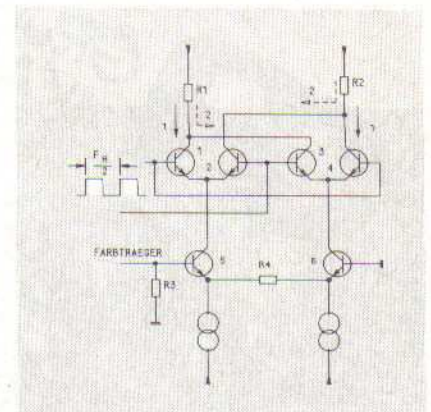

Bild 17 PAL-Umschalter
invertierenden Eingang benutzt. Gemäß Beziehung (5) und (6) werden die Widerstände R_B , R_G , R_R , R_1 und R_2 dimensioniert. Zum Erzeugen des Demodulatortestbildes muß die Schaltung nur mit entsprechenden Widerständen erweitert werden, wobei der $+$ -Eingang den $+U/V$ -Vektor und der $-$ -Eingang den $-U/V$ -Vektor darstellt. Zur Bandbegrenzung durchlaufen die Differenzsignale einen Tiefpaß mit $f_g = 1,3$ MHz und gelangen anschließend auf den jeweiligen Modulator. Die Modulatoren werden von Trägern angesteuert, die um 90° versetzt sind, wobei zusätzlich der Träger des (R-Y)-Modulators gemäß der PAL-Norm von Zeile zu Zeile um 180° geschaltet wird. Der PAL-Schalter wird mit einem MC 1496, einem sogen. Multiplizierbaustein realisiert. Dieser IC wird auch als (R-Y)- und (B-Y)-Modulator verwendet. Bild 17 zeigt die Prinzipschaltung.